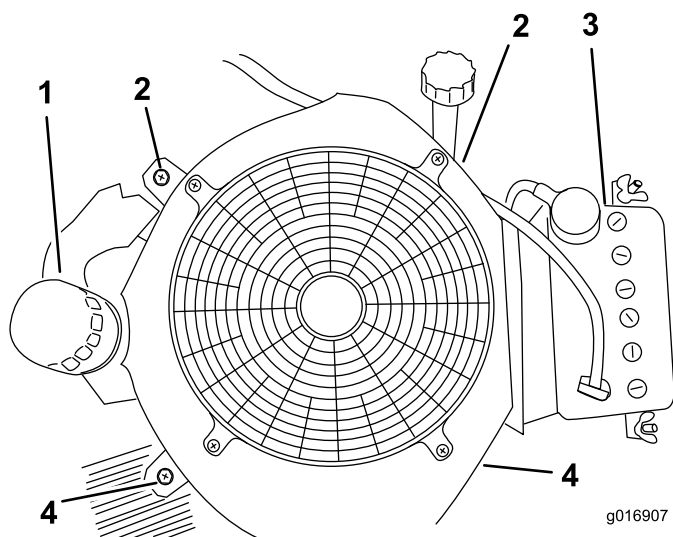

Figure 74
6. Retirez les deux vis à gauche et à droite du boîtier du ventilateur de refroidissement, comme illustré à la Figure 74.